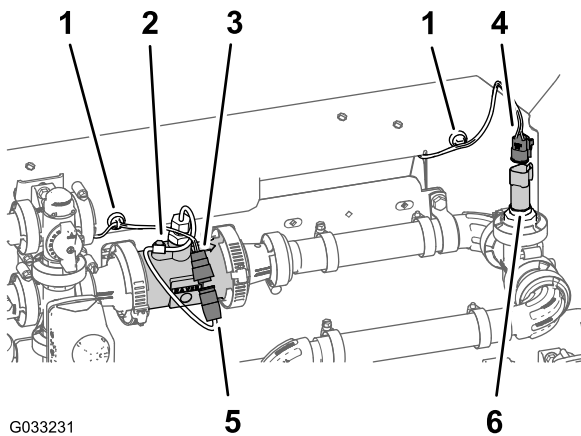

Figure 128
1. Acheminez les connecteurs de la branche de 203 cm du faisceau identifié par **Flow Meter** (débitmètre) et **Pressure Transducer** (transducteur de pression) à l'arrière du support de collecteur (Figure 128).
2. Branchez le connecteur à 3 douilles de la branche de 203 cm du du faisceau pour le débitmètre (non identifié) au connecteur à 3 broches du faisceau du débitmètre (Figure 128).
3. Branchez le connecteur à 3 douilles de la branche de 203 cm du du faisceau associé au **transducteur de pression** (identifié) au connecteur à 3 broches du transducteur de pression (Figure 128).
4. Collez les ancrages magnétiques de faisceau pour le débitmètre et le transducteur de pression sur la surface du support de collecteur (Figure 128).